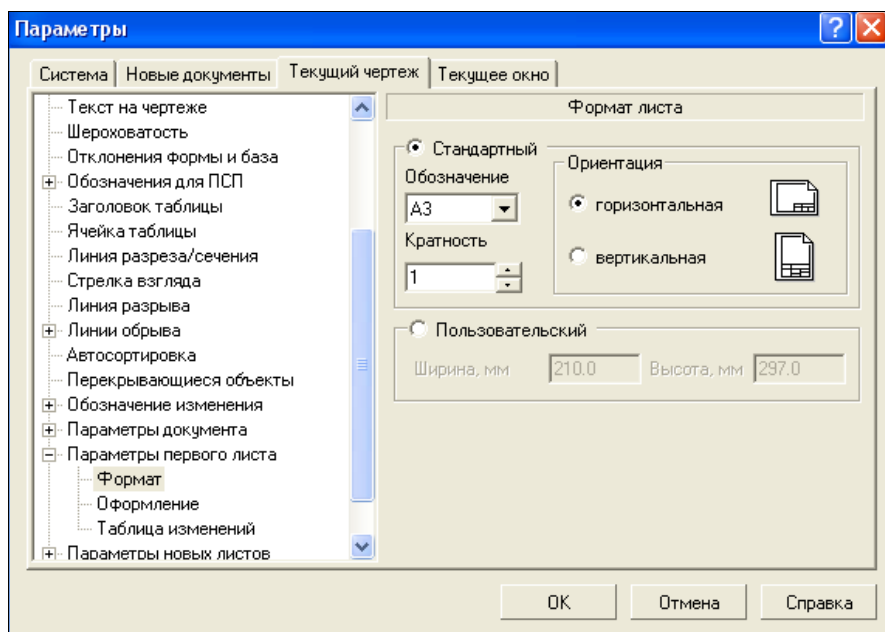

Рис. 12.28. Диалоговое окно **Параметры** с открытой вкладкой **Текущий чертеж** и пунктом **Формат**
- ♦ установить новый формат чертежа. Для этого необходимо вызвать диалоговое окно **Параметры**. Его можно вызвать либо из Строки меню командой **Сервис ► Параметры**, либо из контекстного меню поля чертежа командой **Параметры текущего чертежа** (см. урок 14). Система выведет на экран диалоговое окно **Параметры** на вкладке **Текущий чертеж** (рис. 12.28). В левой части вкладки располагается дерево элементов чертежа, в которых могут быть установлены, настроены те или иные параметры. В правой части, в зависимости от выбранного элемента, появляется соответствующая панель, на которой устанавливаются необходимые параметры;